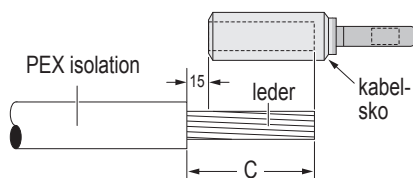

Fig. 3. Preskabelsko type TBC
6) Isolationen aftages på C-mål (se fig. 3 og 4) og kanten rejfes let.